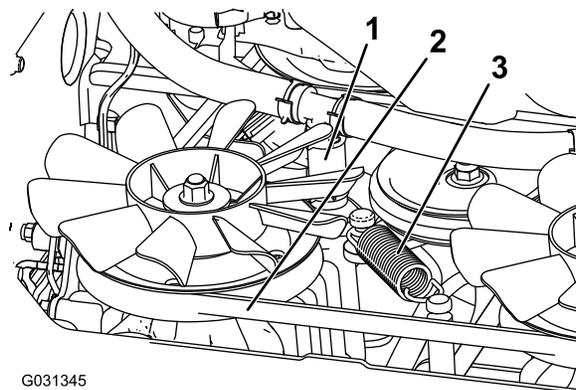

Figura 72
5. Togliete il flessibile idraulico inferiore (Figura 72).
6. Rimuovete la molla di tensione (Figura 72).
7. Rimuovete la cinghia di trasmissione dalla frizione e dal relativo fermo (Figura 72).